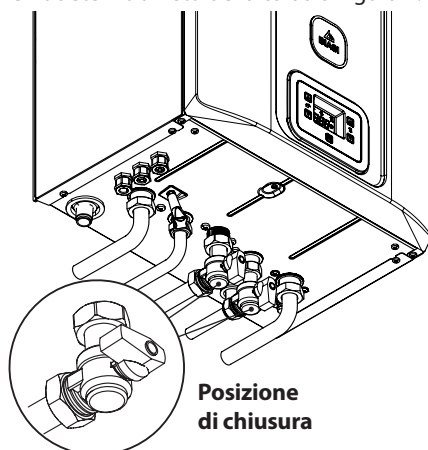

Figura 2.21
- Chiudete i rubinetti della caldaia Figura 2.21;